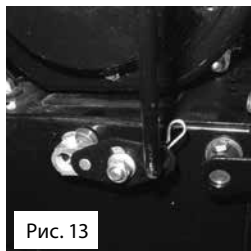

Рис. 13
- Соедините тягу с пластиной на корпусе трансмиссии и зафиксируйте шплинтом 19 (рис. 13).